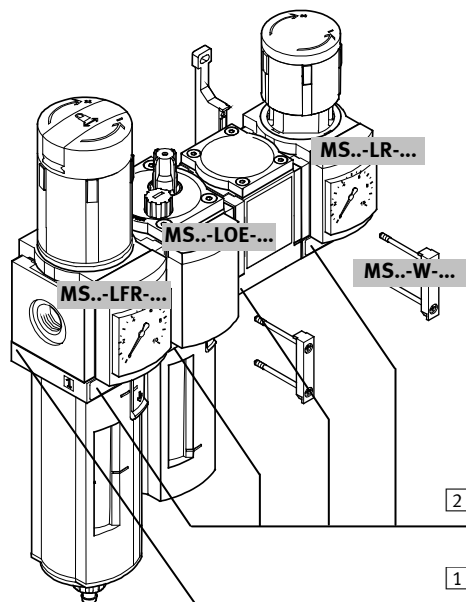

Рис. 1 / Bild 1
- MSB...-... обозначается следующим образом (см. рис.1):
- Beteckningen MSB...-... anges enligt följande (se bild 1):